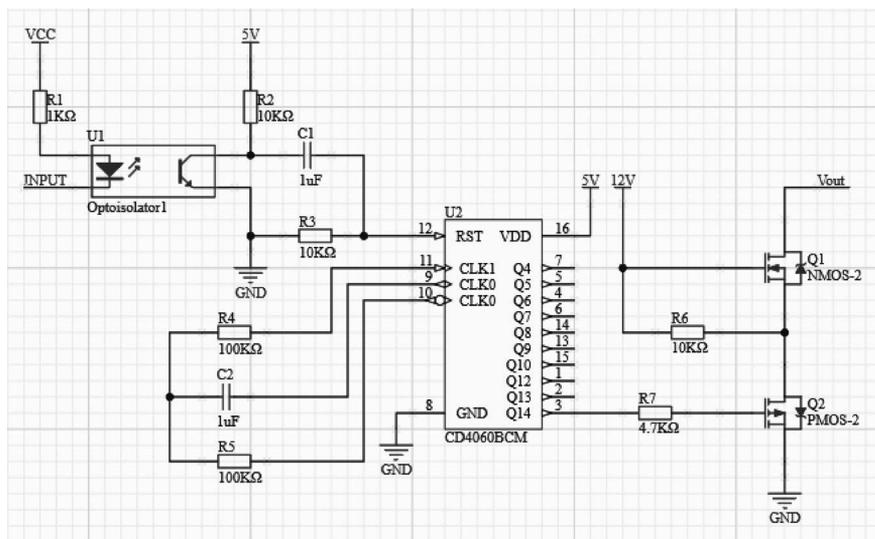

图 3.30 看门狗电路的电路原理图
2. 设计看门狗电路的电路原理图,预期设计结果如图 3.30 所示。